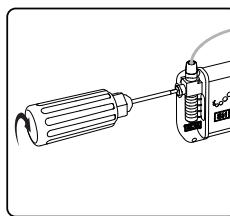

Figure 6: fixez l'électrode implantée en serrant la vis de pression dans le sens des aiguilles d'une montre sur la colllerette de rétention.
5. Insérez complètement la clé dynamométrique dans le trou du bloc de connexion du neurostimulateur. Serrez la vis de calage en tournant la clé dynamométrique dans le sens des aiguilles d'une montre jusqu'à ce que vous entendiez un clic (**Figure 6**).